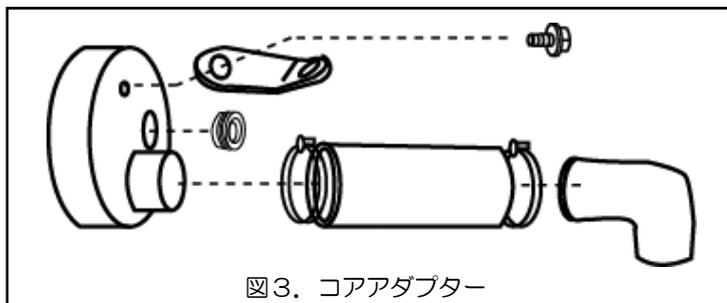

図3. コアアダプター
- ①図3を参考にコアアダプターを組み立てます。
- ②コアアダプターに純正クリーナーケースから取り外したグロメットを取り付けてください。